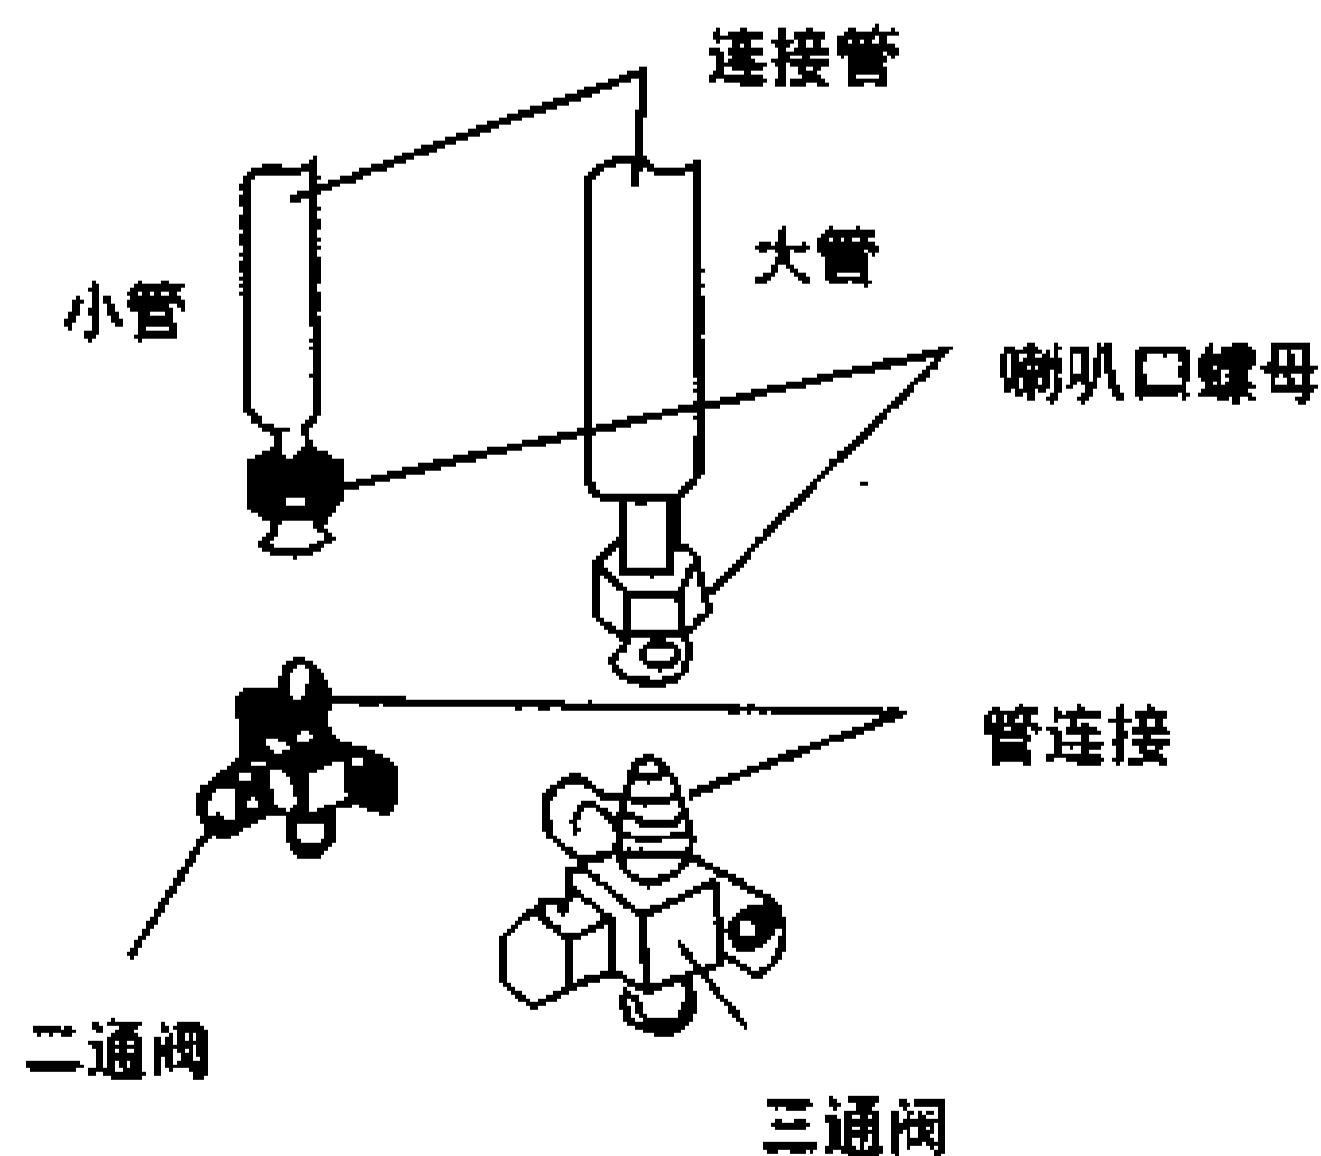

图 14-2-17
2) 将连接管的喇叭口对正紧帖到阀门接头上，拧紧其螺母。拧紧的力矩见表。如图 14-2-17 拧紧的方法与室内侧相同。